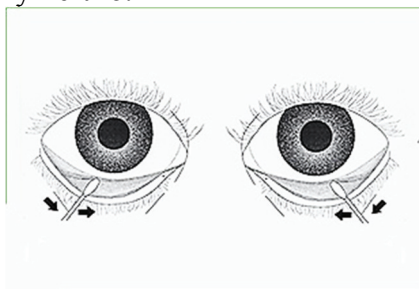

Рис. 4 – Напрямок руху бактеріологічної петлі під час забору біологічного матеріалу з кон'юнктиви ока
4. Відтягнути пальцем нижню повіку піддослідного. Бактеріологічною петлею забирають гнійні виділення з внутрішньої поверхні нижньої повіки до внутрішнього кута очної щілини (рис. 4). При цьому необхідно слідкувати, щоб вії при морганні не торкалися тампона.